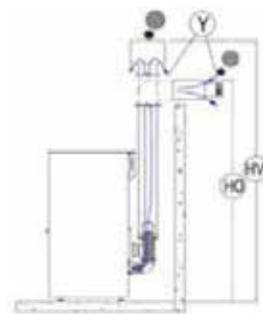

Fig. 11 - Collegamenti canna fumaria
- Altezza massima consentita per installazione canna fumaria a scarico verticale (tetto) HV = 6 mt (vedi **Fig. 11**).
- Altezza massima consentita per installazione canna fumaria a scarico orizzontale (parete) HO = 2,6 mt (vedi **Fig. 11** ).